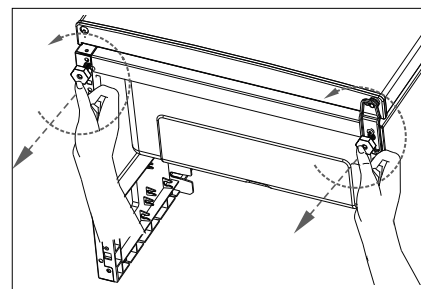

Fig. 1
- ▶ Gire el regulador de temperatura (1) hasta que sobrepase la posición I brevemente a la posición ●. Se oirá un clic. El aparato se apaga. Extraiga la clavija de enchufe (8) de la toma de corriente.
- ▶ Saque los cajones de congelado (9) y los estantes (2/3) de cristal como se describe en el capítulo siguiente.
- ▶ Desmonte ambas patas del aparato (7) girándolas en sentido contrario al de las agujas del reloj (fig. 1).
- ▶ Mantenga cerrada la puerta del congelador (4).